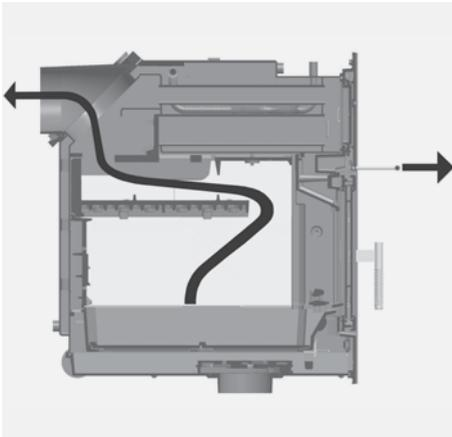

Abb. 3.4 Umlenkschieber herausgezogen, Heizgase strömen nicht durch den oberen Tauscherbereich, sondern auf direktem Wege zum Heizgasstutzen
- Heizen Sie den DIAMANT W an, wie unter „Anheizen“ auf Seite 21 beschrieben, dabei den Bügelgriff herausgezogen lassen (siehe Abb. 3.4)